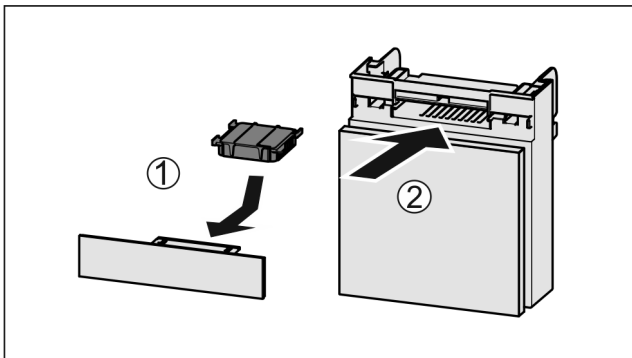

Fig. 124
- ▶ Aktivkohlefilter nach Abbildung einsetzen Fig. 124 (1).
- ▶ Fach einschieben Fig. 124 (2).